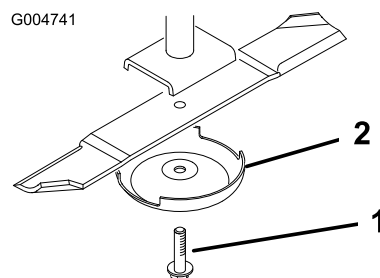

Figura 109
3. Retire o parafuso da lâmina, o recipiente antidanos e lâmina do eixo (Figura 109).